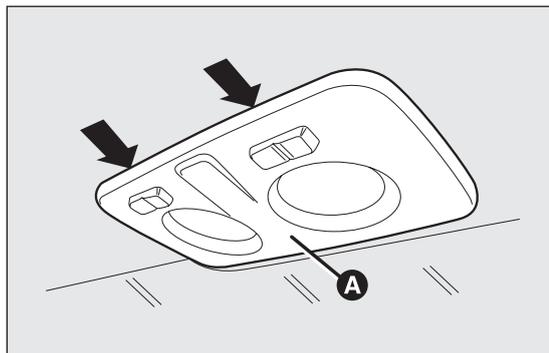
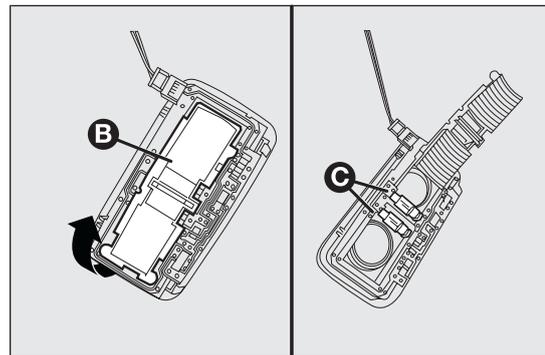

fig. 174
fig. 175
- actuar en los puntos indicados por las flechas y quitar el plafón A fig. 174;
- abrir la tapa de protección B fig. 175;
- volver a cerrar la tapa B fig. 175 y fijar el plafón A fig. 174 en su alojamiento asegurándose de que quede bloqueado correctamente.